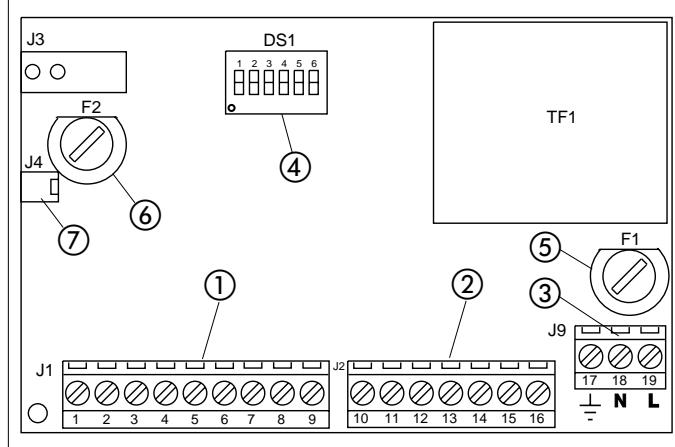

Fig. 19
Fusible de protection	2 (voir fig.19)
① **Bornier J1** (fig.19): Il est utilisé pour connecter tous les accessoires (voir Tabl.3).
② Bornier J2 (fig.19)
③ Bornier J9 (fig.19)